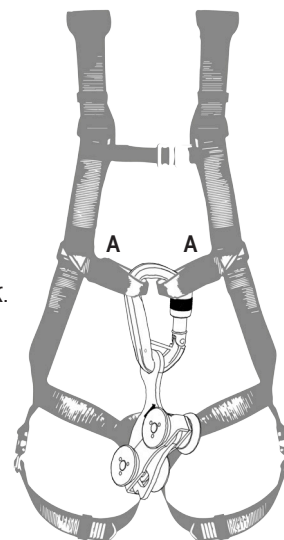

Рис. 1.
- Карабин (требование стандарта EN 362) ролика вертикального рельса закреплен непосредственно на ремне страховочной привязи. (рис.1) Проверьте надежность винтового замка.